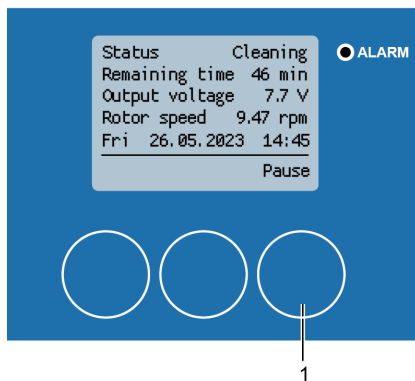

Abbildung 164: Pausieren des Reinigungsprozesses
1. Drücken Sie **[Pause]** (Abbildung 164/1), um den Reinigungsprozess zu unterbrechen.